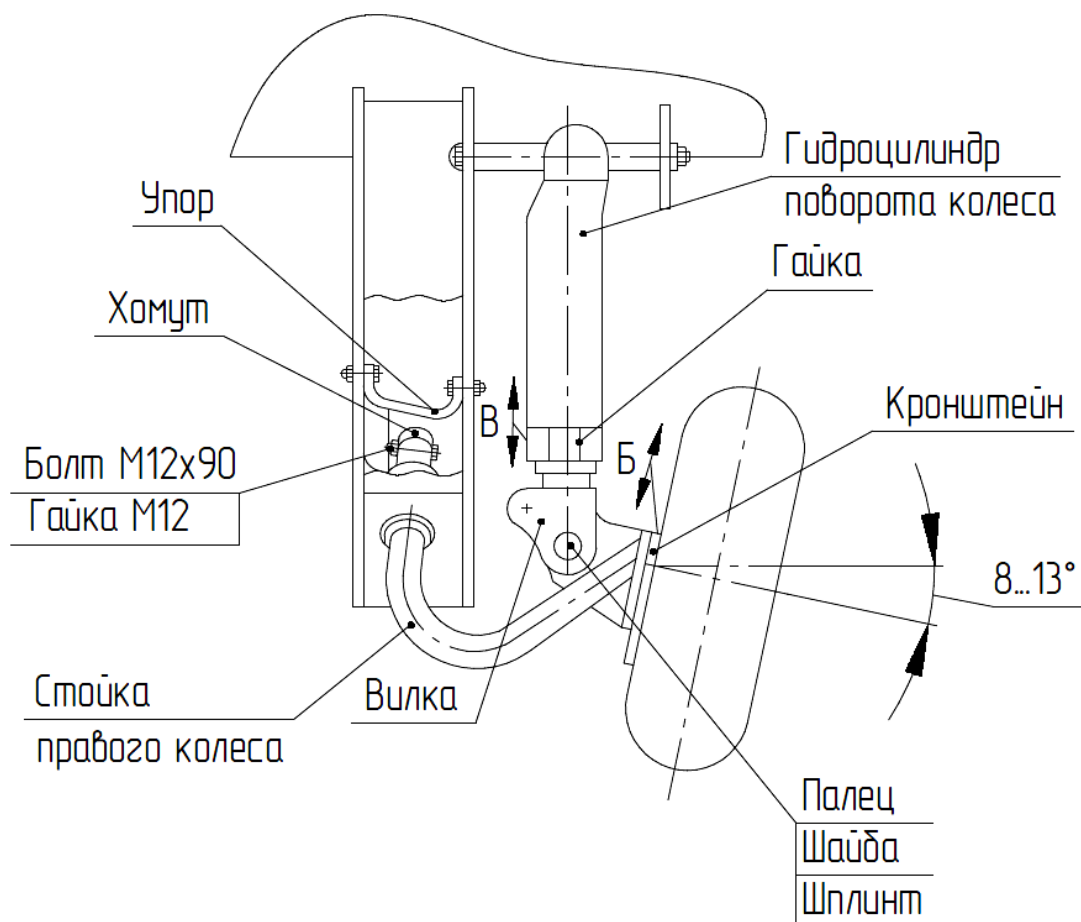

Рисунок 2.2 – Установка правого колеса
2.3.4 Вставьте стойку правого колеса в жатку (рисунок 2.2), наденьте хомут, вставьте болт и закрутите гайку. Установите упор. Зажмите крепеж. Закрепите вилку гидроцилиндра на стойке колеса (палец, шайба, шплинт). Гайка должна в рабочем положении жатки (шток гидроцилиндра втянут) упираться в крышку гидроцилиндра.